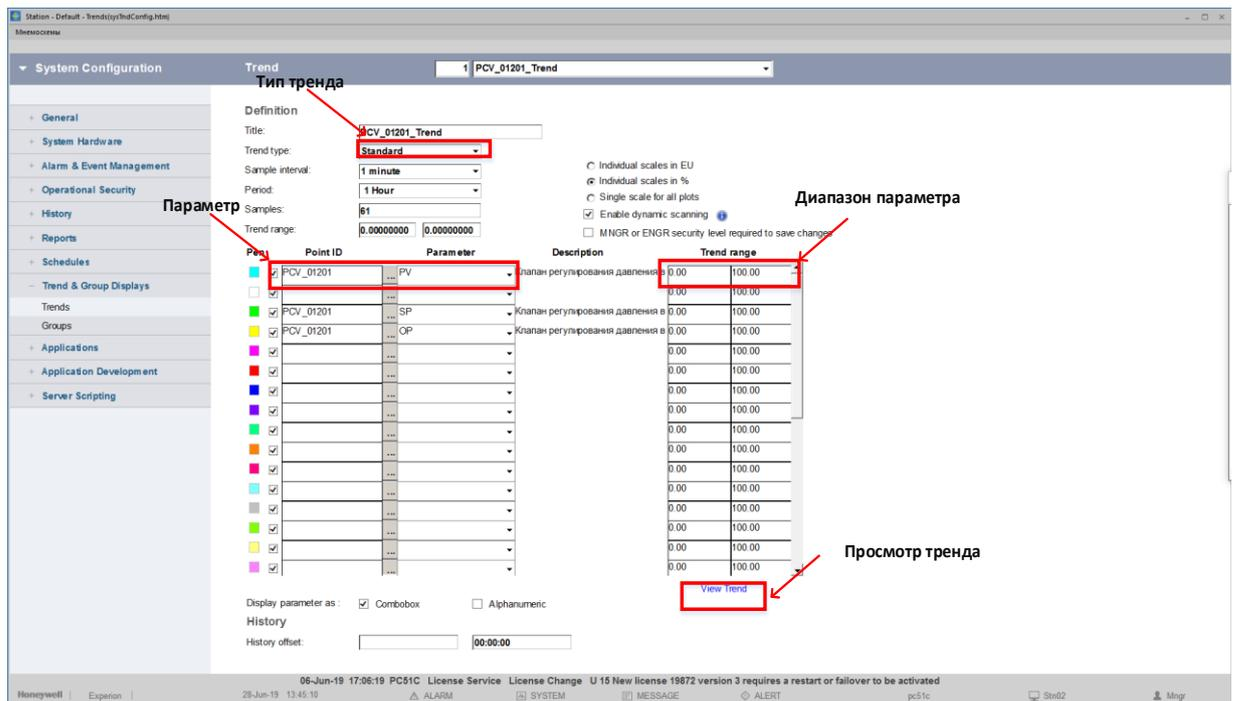

Рисунок 33 – Окно редактирования трендов
3. Выберите тренд щелкнув по нему. В режиме редактирования откроется окно редактирования тренда (Рис. 33). В режиме просмотра откроется окно просмотра тренда (Рис. 34).